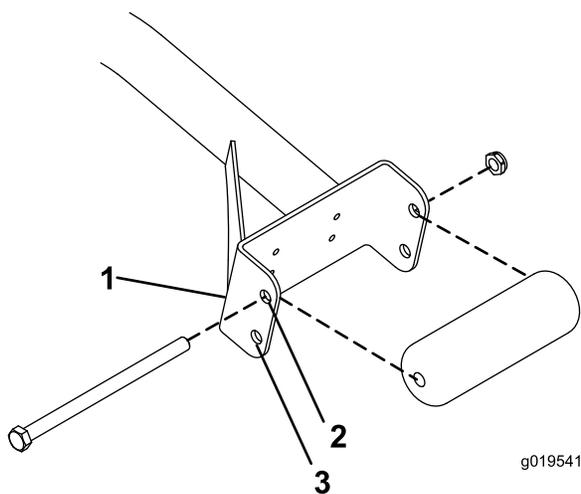

Figura 3
- Si utiliza unidades de corte de 69 cm, los rodillos deben instalarse en los taladros de montaje superiores de los perfiles del soporte (Figura 3).
- Si utiliza unidades de corte de 81 cm, los rodillos deben instalarse en los taladros de montaje inferiores de los perfiles del soporte (Figura 3).